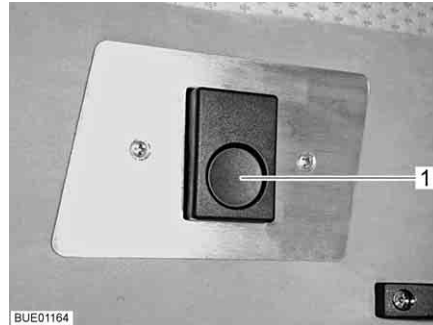
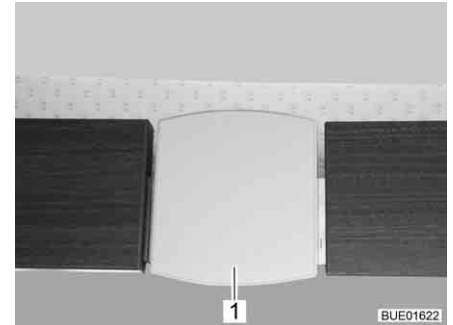

Fig. 123 Sbloccaggio (Aviano)
Fig. 124 Sbloccaggio (Viseo)
- Premere il bottone di sbloccaggio (Fig. 123,1) o sfilare verso il basso la piastra di sbloccaggio (Fig. 124,1). Il bloccaggio viene sbloccato.